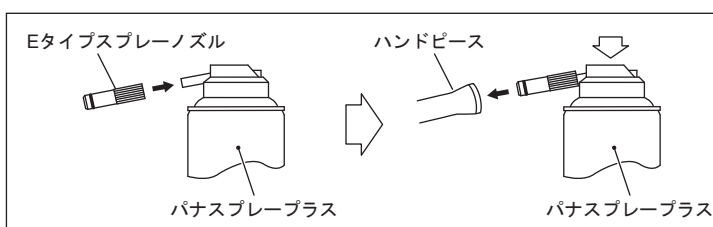

図5
■パナスプレープラスによる注油(図5)
- ①パナスプレープラスに、Eタイプスプレーノズルを強く差し込みます。
- ②ハンドピースから、バーを取り外します。
- ③Eタイプスプレーノズルをハンドピース後部へ差し込み、2秒以上スプレーします。
- ③最後に、パナスプレープラス(図5)または自動注油システムによる注油を行います。